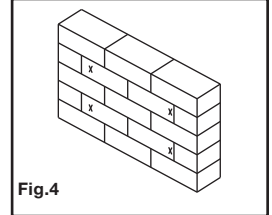

Fig.4
- Perfore cuatro orificios de 8 mm (5/16") en la pared usando la plantilla como guía. Remueva cualquier polvo en exceso causado por los orificios (ver Fig. 4).